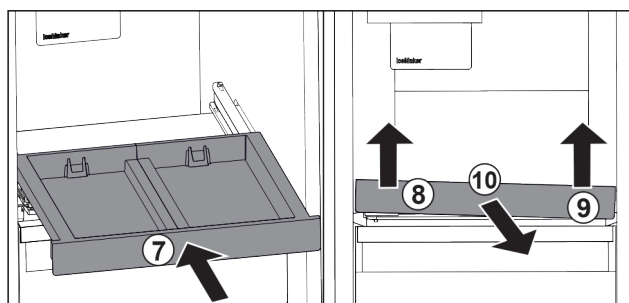

Fig. 30
- ▶ Zasuňte vysouvací přihrádku. Fig. 30 (7)
- ▶ Vysouvací přihrádku vpředu vlevo nadzvedněte. Fig. 30 (8)
- ▶ Vysouvací přihrádku vpředu vpravo nadzvedněte. Fig. 30 (9)
- ▶ Odeberte vysouvací přihrádku směrem dopředu. Fig. 30 (10)